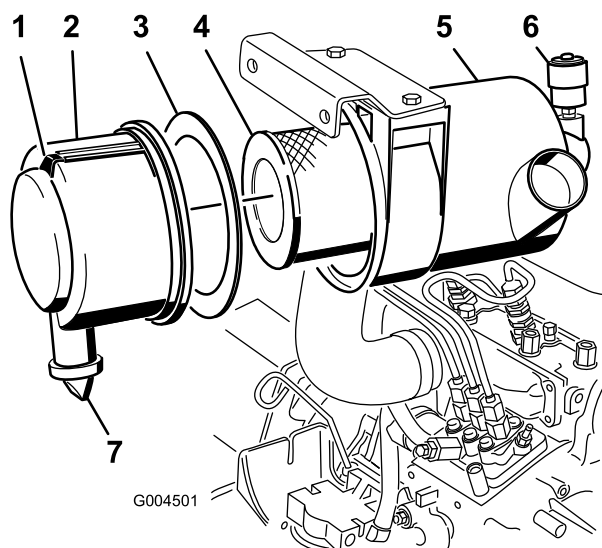

図 42
- ・ エア・クリーナの整備はインジケータ (図 42) が赤色になっていたら、または 400 運転時間ごと (非常にホコリのひどい場所ではよりひんばんに) 行ってください。エア・フィルタの整備のしすぎはかえってよくありません。
1. ラッチを引いて外し、カバーを左にひねってボディーからはずす (図 42)。
2. ボディーからカバーを外す (図 42)。
4. 1次フィルタ (図 42) を取り外して交換する。
6. カバーの内側に発泡樹脂製のガスケットが正しく (破損せずに) ついていることを確認する (図 42)。破損しているガスケットは交換する。
- A. カバーからゴム製の出口バルブを取り外す (図 42)。
10. インジケータ (図 42) が赤になっている場合はリセットする。